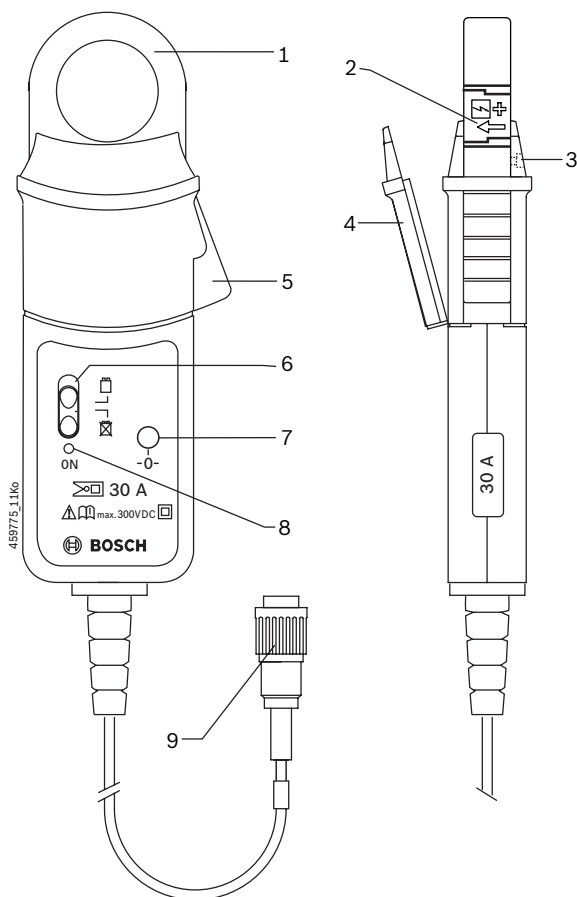

Fig. 1: Pinça de corrente 30 A
A pinça de corrente é alimentada com tensão através do aparelho de teste Bosch não precisando, por isso, de nenhuma bateria. O interruptor da bateria da pinça de corrente (fig. 1, pos. 6) não desempenha neste caso, qualquer função.
A ligação da pinça de corrente ao sistema de teste é feita diretamente através do conector (fig. 1, pos. 9).
1. Soltar os parafusos (fig. 1, pos. 3) para a abertura da tampa do compartimento das baterias (fig. 1, pos. 4).